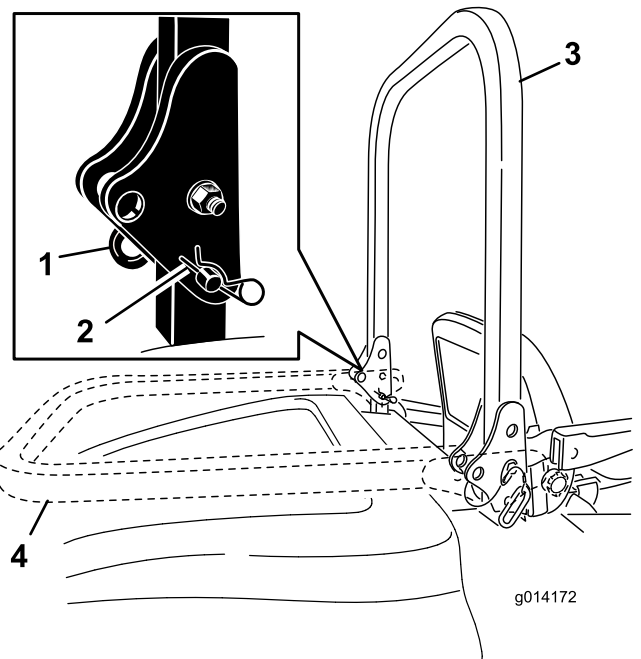

Figura 19
2. Retire las 2 chavetas y retire los 2 pasadores (Figura 19).
3. Eleve la barra antivuelco a la posición vertical (Figura 19).
4. Sujete la barra antivuelco con los 2 pasadores y las 2 chavetas (Figura 19).
1. Retire las chavetas, empuje la barra antivuelco hacia adelante contra los muelles, y retire los 2 pasadores (Figura 19).
2. Baje la barra antivuelco (Figura 19).
3. Instale los 2 pasadores en las placas de giro y sujete los pasadores con las 2 chavetas (Figura 19).